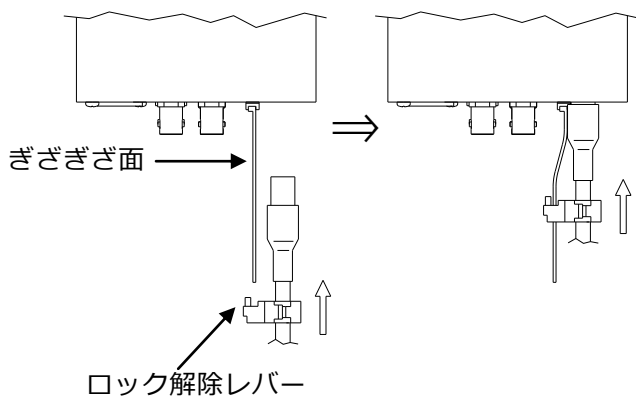
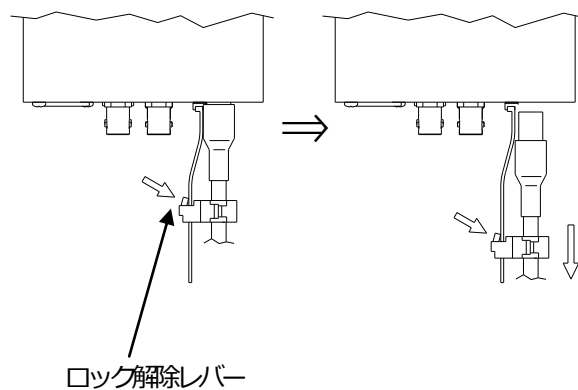

図 4-3
図 4-4
- (3) ケーブル抜け止めの「ぎざぎざ」がある面をケーブルクリップのロック解除レバー側に合わせてから、ケーブル抜け止めをケーブルクリップに通し、HMS-30U 本体へ HDMI ケーブルを接続します。(図 4-3)
- (4) HDMI ケーブルを軽く引っ張り、ケーブルが固定されているかを確認します。
- (5) HDMI ケーブルを抜く時は、ケーブルクリップのロック解除レバーを押しながらケーブルを引き抜きます。(図 4-4)